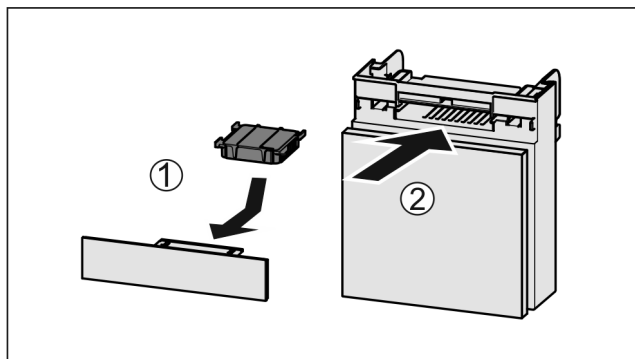

Fig. 137
- Sett inn Fig. 137 (1) aktivkullfilteret etter figuren.
- Skyv inn Fig. 137 (2) hyllen.